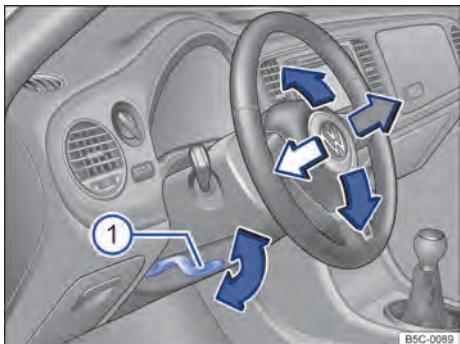

Fig. 49 Ajustar a posição do volante mecanicamente.
- Virar a alavanca ⇒ **Fig. 49 ①** para baixo.